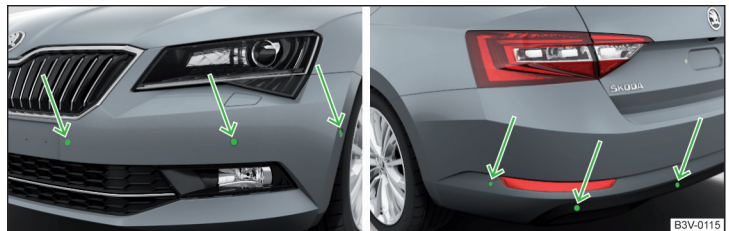

Abb. 177 Einbauort der Sensoren auf der linken Fahrzeugseite: vorn / hinten
- Die Systemsensoren » Abb. 177 auf Seite 154 sauber, schnee- sowie eisfrei halten und mit keinerlei Gegenständen abdecken, anderenfalls kann die Systemfunktion eingeschränkt sein.
Das System berechnet mithilfe von Ultraschallwellen den Abstand zwischen dem Stoßfänger und einem Hindernis. Die Ultraschallsensoren befinden sich je nach Fahrzeugausstattung im hinteren bzw. auch im vorderen Stoßfänger » Abb. 177.